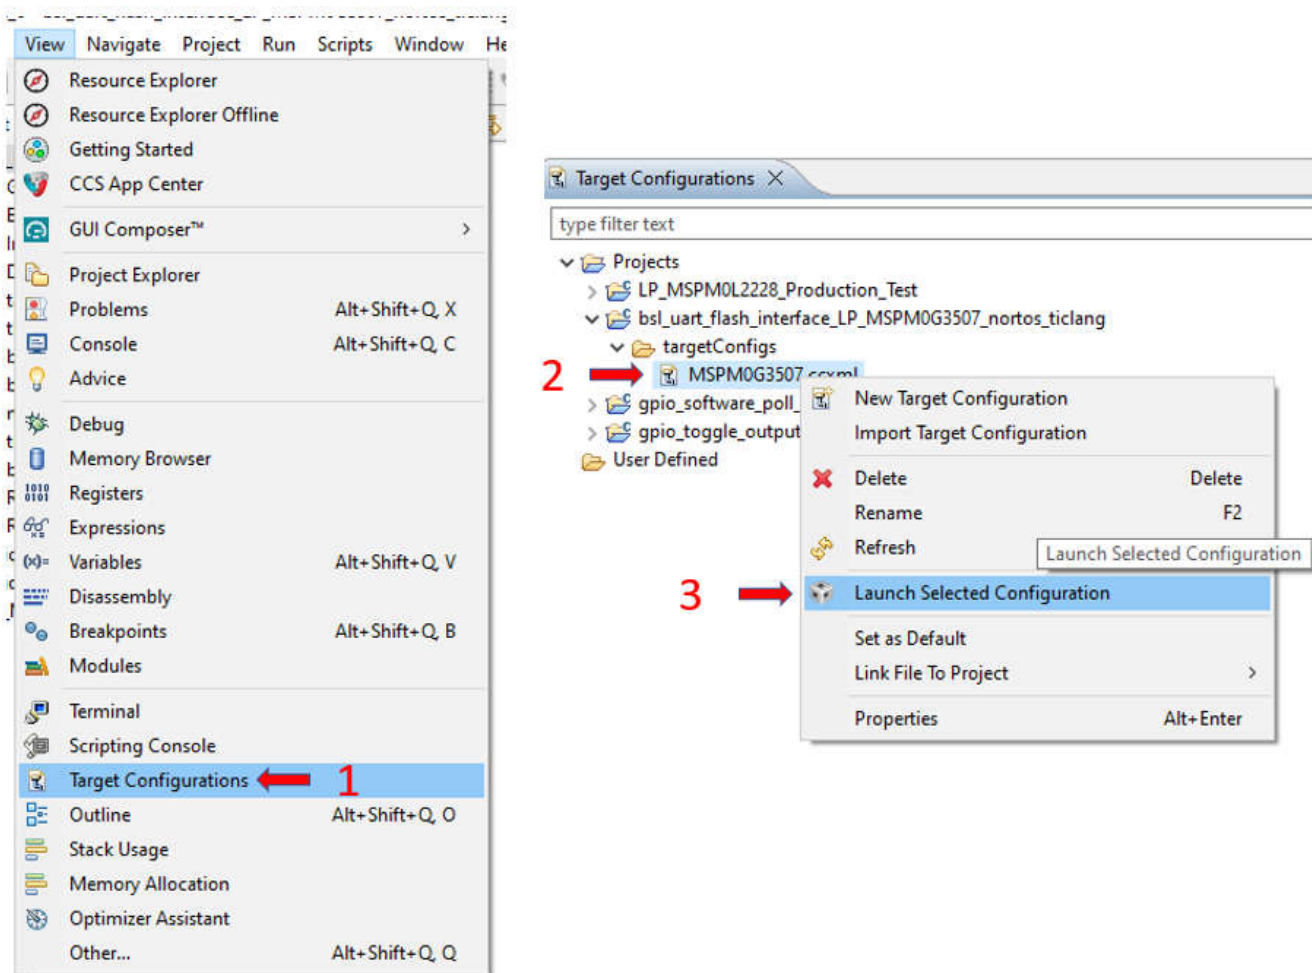

图 4-1. 在 CCS 中启动器件
3. 按图 4-1所示启动设备。第 2 步是右键点击 ccxml 文件。